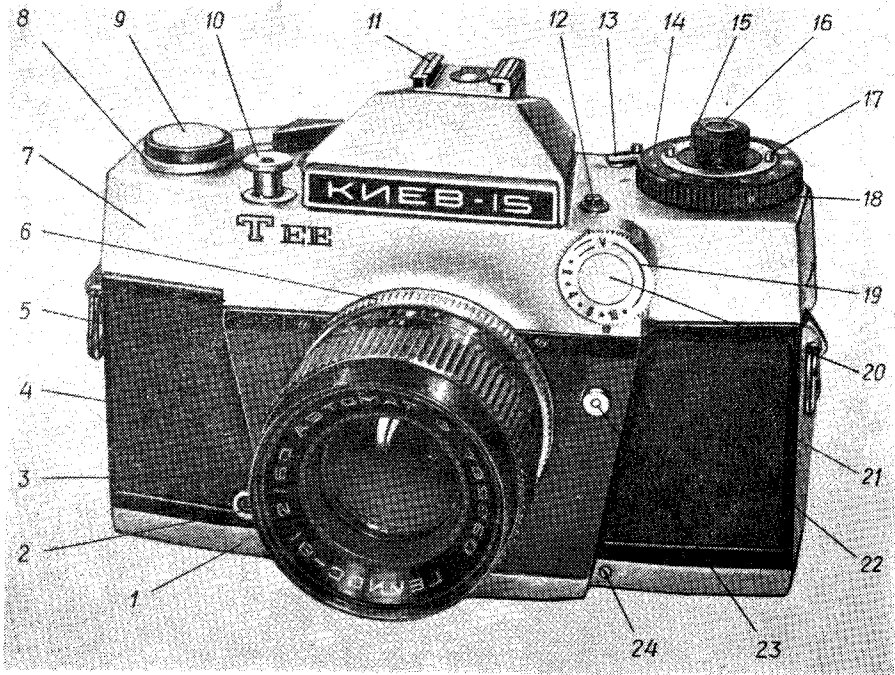
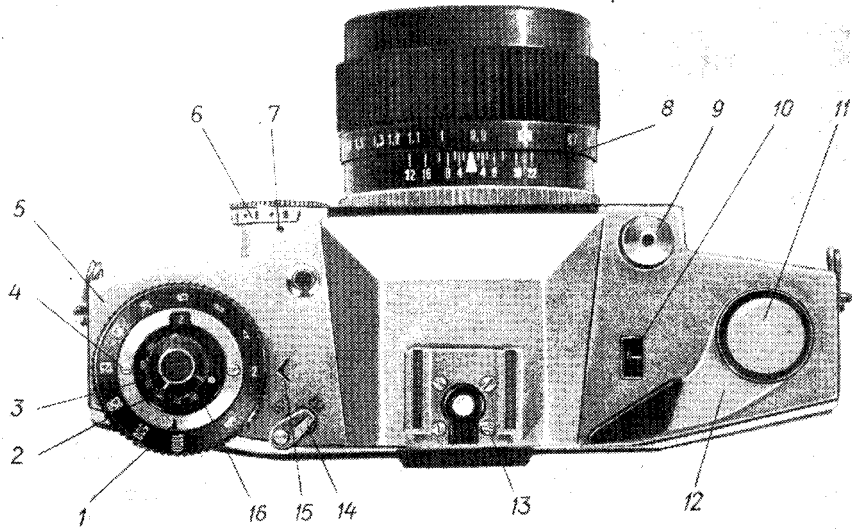
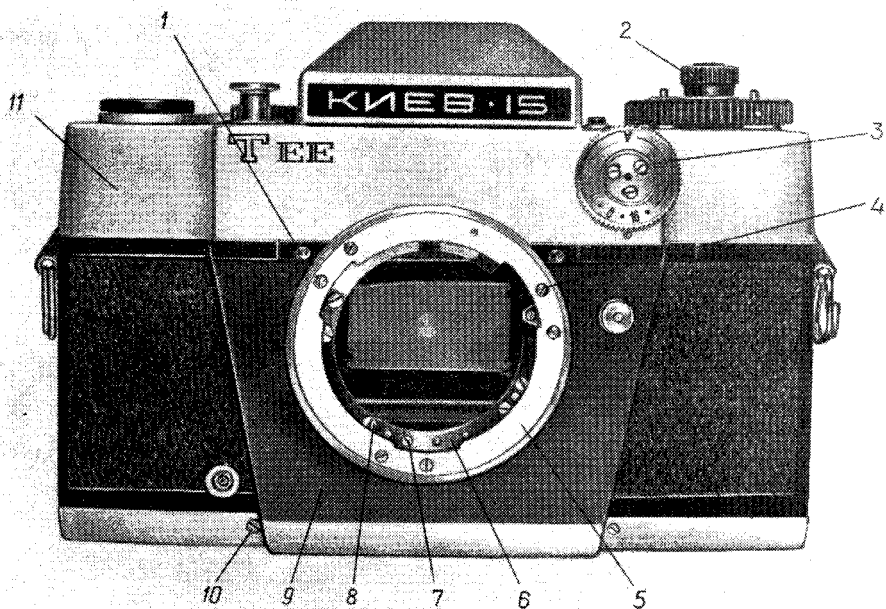
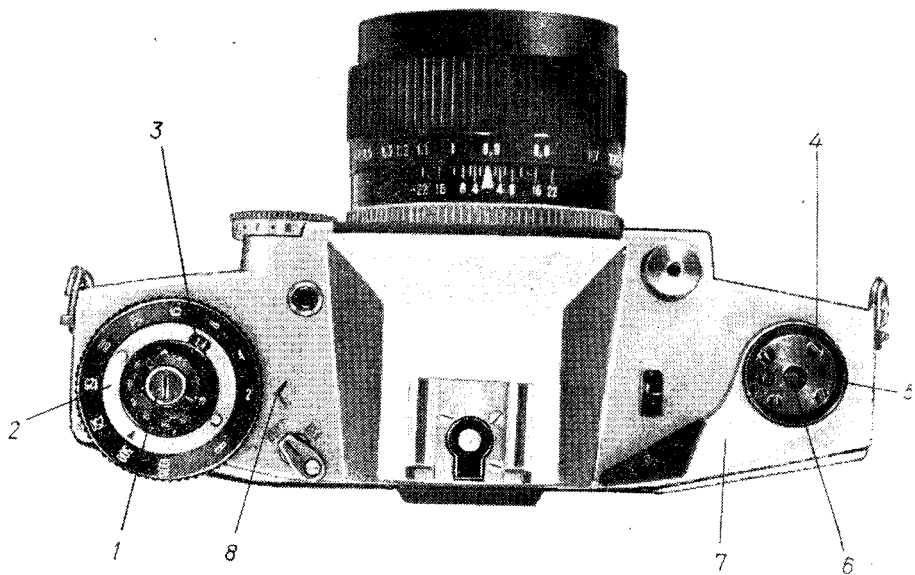

Рис. 1. Фотоаппарат «Киев-15»:
Рис. 3. «Киев-15» (вид сверху):
Рис. 4. Фотоаппарат без объектива:
Рис. 5. Фотоаппарат без заглушек:
6.41. Проверить работу шкалы 19 (рис. 1) ручной установки диафрагм от значения «А» до значения «22». На диафрагмах ручной установки механизм автоматики должен отключиться, вращение кольца должно быть плавным.
6.50. Установить рабочую верхнюю крышку 7820-4346. Установить нижнюю крышку 1 (рис. 1) на корпус камеры, в крышку вставить батарею 1 (рис. 76) с напряжением 1,3V и установить на байонет камеры объектив «Гелиос-81».
Выставить значение диафрагмы «22» шкалой 19 (рис. 1) ручной наводки, при этом блокировки спуска затвора не должно быть.
Установить рычаг 14 (рис. 3) в положение ВЫКЛЮЧЕН. Установить выдержку 1/30 с, чувствительность пленки 32 ед. ГОСТ, светосилу 1,4. При нажмие на пятау 12 (рис. 1) стрелка гальванометра должна отклониться не менее чем на значение диафрагмы «5,6». При необходимости подобрать сопротивление R3.
6.58. Для подбора резисторов R1 и R2 необходимо отпаять два провода 5 (рис. 76) от платы 4 и два провода 8 от платы 6 блока резисторов. Отвинтить два винта 2 (рис. 18) и снять плату 6 (рис. 76) с механизма выдержек. Вместо снятой платы 6 подключить два магазина сопротивления P-33 согласно схемам рис. 76 и 77, для этого четыре провода, идущие от магазина сопротивления, подпаять к камере. Из них два провода соответственно подпаять к плате 6 (рис. 76) в точках отпайки проводов 5 и два провода подпаять к проводам 8, идущим от гальванометра. Провод, идущий к R3, отключить от магазина сопротивления P-33. Установить рычаг 14 (рис. 3) в положение ВКЛЮЧЕН. Подобрать резисторы R1 согласно п. 6.55 и R2 согласно п. 6.56. Подобранные резисторы подпаять к плате 6 согласно рис. 76 взамен негодных. Отключить от магазина сопротивления провод, идущий к R1 и R2, а на его место включить провод, идущий от R3. Отключить рычаг 14 (рис. 3), нажать на пятау 12 (рис. 1) и подобрать резистор R3 согласно п. 6.57. Подобранный резистор R3 подпаять к плате 6 (рис. 76) взамен негодного.
6.62. Снять камеру с коллиматора, не снимая верхней рабочей крышки и приспособления 7821-4485 А. Вращая шкалу 19 (рис. 1), проверить угол поворота подвижного кольца 3 (рис. 27) подшипника, устанавливая различные значения диафрагмы согласно таблице 3.
6.63. Регулировку значений диафрагмы с углом разворота подшипника производить разворотом шкалы 19 (рис. 1) относительно индекса, предварительно освободив три винта 3 (рис. 4). Винты завинтить после регулировки.
6.66. Установить кожух 9 (рис. 4) на плату автоматики и закрепить его шестью винтами 1. В закрепленном виде кожух должен плотно обгладать плату автоматики, не вызывая деформаций, быть ниже опорной плоскости объектива и не заклинивать подвижные детали механизма автоматики.
6.68. Нижнюю крышку 1 (рис. 1) закрепить семью винтами 24 к корпусу камеры. Проверить работу поводка 6 (рис. 16). При отводе поводка вниз и нажмем на него должна открыться задняя крышка.
6.73. Снять рычаг взвода, шкалу диафрагм 19 (рис. 1) и шкалу выдержек 15 (рис. 17) согласно пп. 4.2-4.4. Закрепить механизм выдержек 1 (рис. 18) третьим винтом 20, который был снят в п. 4.5. Почистить внутренние стенки верхней крышки 7 (рис. 1), смазать шток смазкой ОКБ-122-7. Установить верхнюю крышку 7 (рис. 1) на корпус. Закрепить крышку на корпусе четырьмя винтами 4 (рис. 4), не сбивая положения шестерней механизма выдержек (выдержки 1/2 с, чувствительность пленки 32 ед. ГОСТ, светосила 1,4).
6.75. Установить шкалу 19 (рис. 1) на автоматику так, чтобы значение шкалы «А» было напротив индекса на крышке, и закрепить тремя винтами 3 (рис. 4).
6.76. Установить рычаг 7 (рис. 5) совместно с крышкой 5 и закрепить винтом 6. Проверить взвод затвора. Он должен быть плавным, без заедания. Завинтить заглушки 9 (рис. 1) и 20 до упора.
6.77. Проверить рабочий отрезок  $44 \pm 0,02$  мм (расстояние от опорной плоскости объектива до плоскости ползков фильмового канала) согласно п. 6.44. Если необходимо исправить размер рабочего отрезка, снять кожух 5 (рис. 1), отвинтить пять винтов 15 (рис. 14), снять байонет 13. Отрегулировать рабочий отрезок прокладками 8.680.134, 8.680.135 и 8.680.136, расположенными под байонетом 13. Закрепить байонет на корпусе винтами 15 до упора. Установить снятый кожух на место.